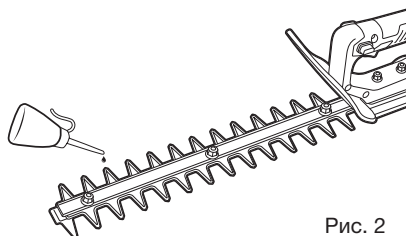

Рис. 2
- Включите кусторез и масло равномерно распределиться по всей поверхности ножей (Рис. 2).